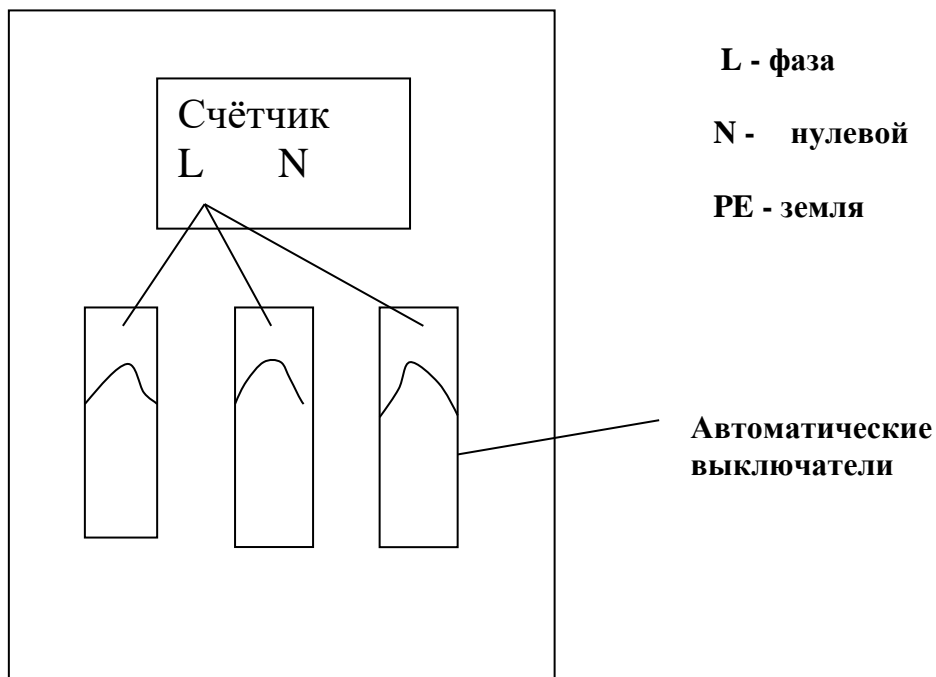

Рис. 3 Схема монтажа квартирного щитка
- 4.1. Изобразить схему монтажа (рис. 3).